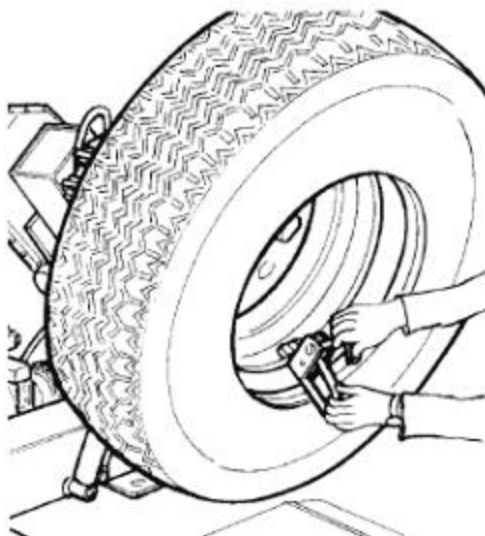

Рис. 20
8) Снимите хомут и прикрепите его ко второму бортику внизу с внешней стороны (6 часов) (см. рис.20).
10) Прикрепите хомут ко второму бортику с внешней стороны (6 часов) (см. рис. 20).